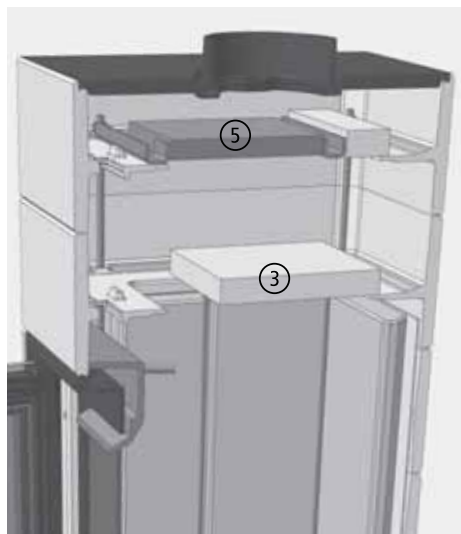
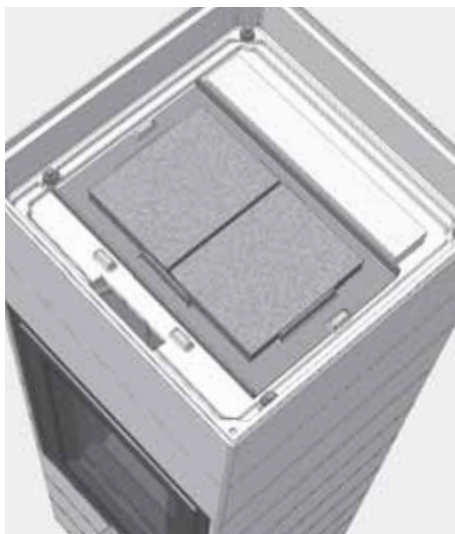

Abb. 3.3 Lage der Katalysatorplatten beim CORNA tec, Schnittdarstellung
Abb. 3.4 Lage der Katalysatorplatten beim CORNA tec, Blick von oben bei abgenommener Deckplatte
- auf den Aufnahmerahmen werden die beiden Katalysator-Elemente nebeneinander aufgelegt (siehe Abb. 3.3 bzw. Abb. 3.4).